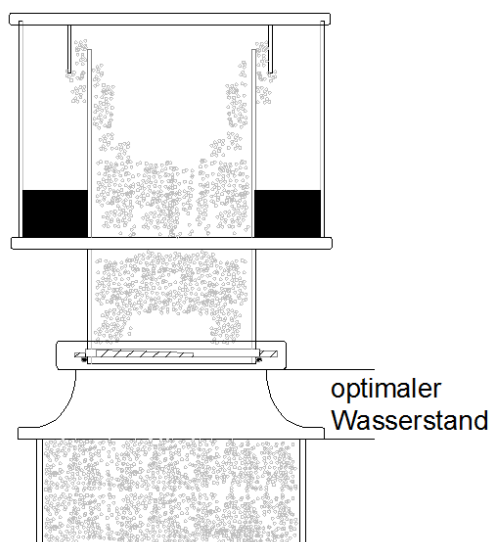

Bild 7
- Mit dem Niveauregler das Schaumbild im Steigrohr so eingestellt, dass die feinen Luftblasen leicht über dem Schaumtopfboden anfangen zu größeren Blasen zu zerplatzen (Bild 7).
- Wird das Notüberlaufrohr nicht verwendet, den Wasserstand im Bereich Oberkante Rohr, unterkante Bajonett einstellen (Bild 7). Das Absaugrohr kann entfernt werden.